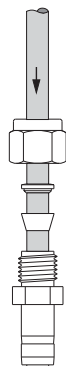

Figure 3
**N.B. :** Pour les séries 626DT, il est possible d'utiliser un tuyau d'alimentation produit de diam. ext. 6,4 mm ou 9,5 mm. Pour le tuyau d'alimentation de 6,4 mm, utiliser un raccord réducteur réf. 7020159 (Figure 3).